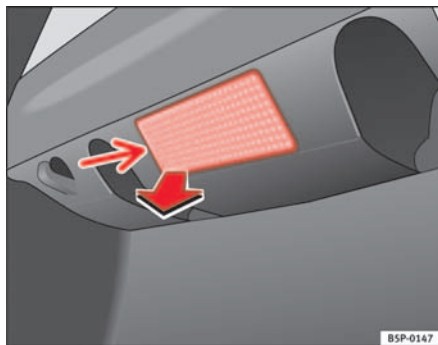

Abb. 188 Gepäckraumbeleuchtung
- Das Lampenglas der Glühlampe durch Druck mit einem Schraubenzieher auf dessen Unterkante -Pfeil- abnehmen ⇒ Abb. 188.